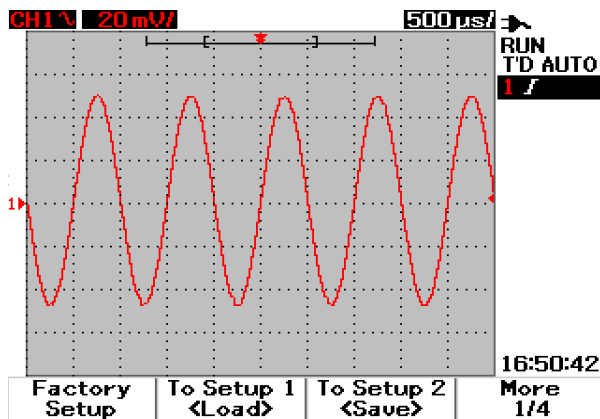

図3-41 <Load>表示は、構成セットアップ・ファイルがセットアップ1に保存されていることを示します。F1を押すと内蔵メモリからセットアップをロードできます。
- 5 もう一度F1を押すと、内蔵メモリからセットアップ1をロードできます。図3-41を参照してください。